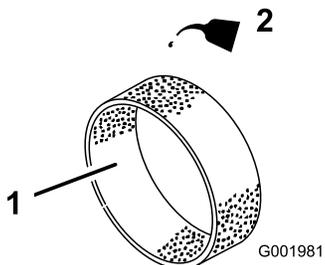

図 40
- 乾いたら新しいエンジンオイルを30-60 ml 含ませる 図 40。